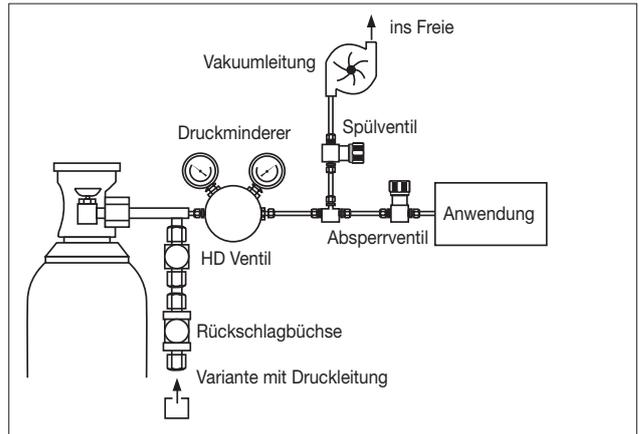

Bild 3
- Entleerung unter Vakuum ohne Druckaufbau (Bild 3)
- Entleerung unter Vakuum mit Druckaufbau des Argons (Bild 3).